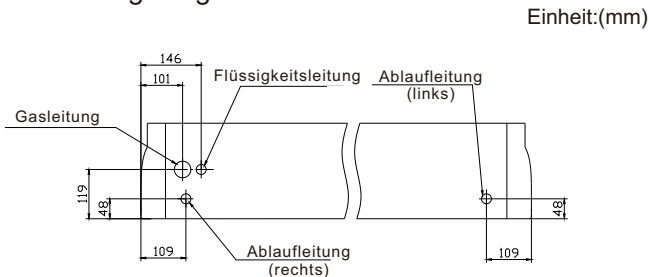

Abb. 4.1 Die Anschlusspositionen des Rohres
- (1) Die Verbindungsstellen des Rohres sind in Abb. 4.1 und Abb. 4.2 gezeigt.